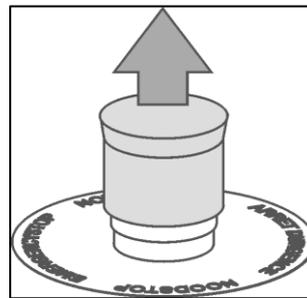

Fig. 5-2
2. Tirez le capuchon rouge du bouton d'ARRÊT D'URGENCE vers le haut (Fig. 5-2).